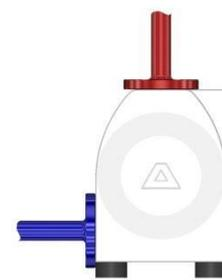

fig. 8.3
- 吸入口水平位于下部，排出口垂直于泵壳顶部（如图8.3）。松开壳体的螺栓[19]，取下外泵壳[1]并把中间泵壳[4]旋转180度，重新把泵组装好，同时改变[13]的安装位置。